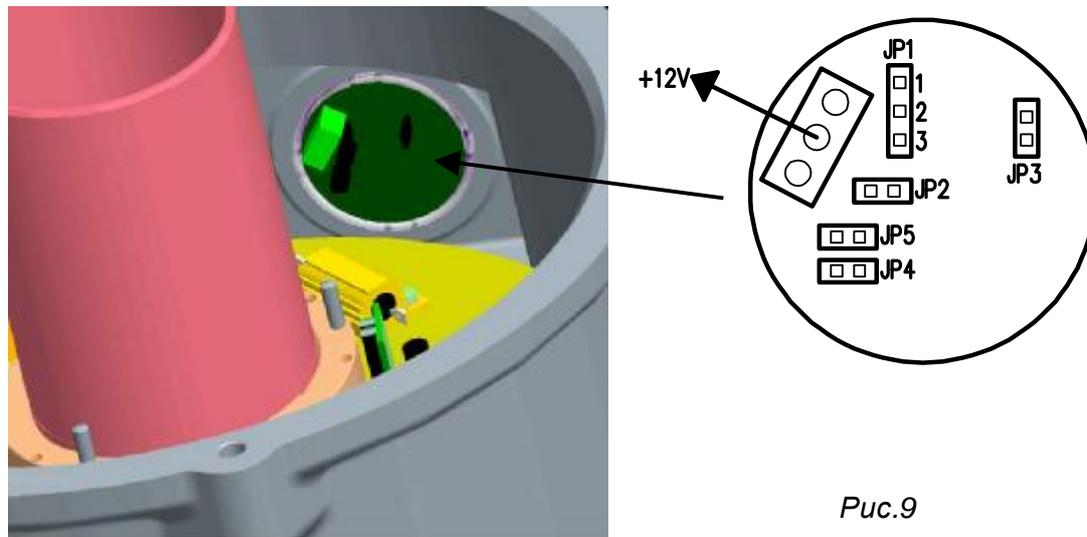

Рис.9
**В зависимости от настройки величины выходного сигнала, необходимо на печатной плате (Рис.9) пометить положение соединения по Таб.3.**